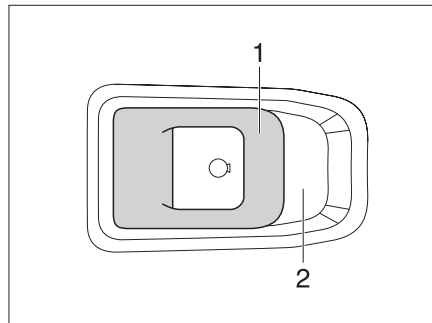

Fig. 46 Cerradura de la puerta de entrada, en el interior
**Abrir:** ■ Tirar del tirador (Fig. 46,1).
**Bloquear:** ■ Empujar el tirador (Fig. 46,1) al tirador concha (Fig. 46,2).